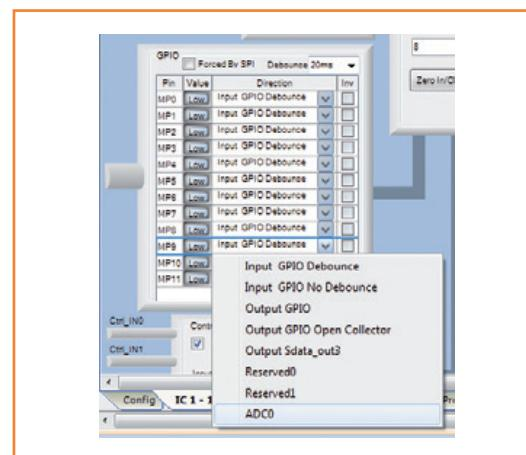

Figure 7.
- Sélectionnez MP9 dans le groupe GPIO puis changez *Input GPIO Debounce* en *ADC0*. Vous pourrez alors retourner sur l'onglet *Config* (**fig. 7**).